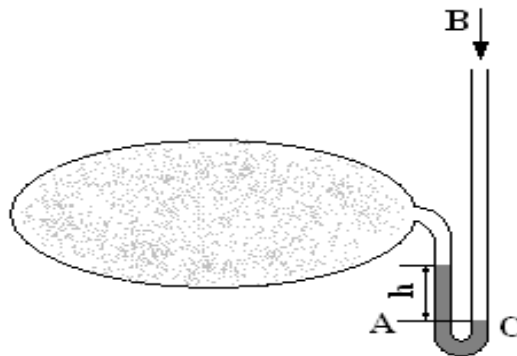

Рис. 1
1.2. Ртутный вакуумметр, присоединенный к сосуду (рис. 1), показывает разрежение $h = 420$ мм при температуре ртути в вакуумметре $t = 20^\circ\text{C}$. Давление атмосферы по ртутному барометру $B = 768$ мм при температуре $t = 18^\circ\text{C}$. Определить абсолютное давление в сосуде.
1.2. Разрежение в газоходе парового котла измеряется тягомером с наклонной трубкой (рис. 1). Угол наклона трубки $\alpha = 30^\circ$. Длина столба воды, отсчитанная по шкале, $l = 160 \text{ мм}$. Определить абсолютное давление газов, если показание ртутного барометра $B = 740 \text{ мм}$ (приведено к 0°C).